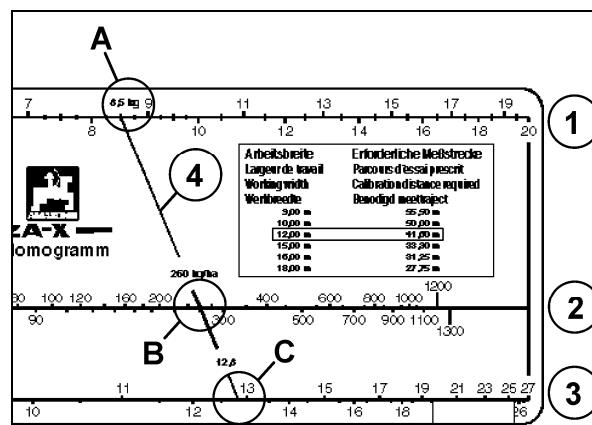

图68
(8.5 kg) 在上部刻度盘(图68/1)上查看数值(A)，针对所需的撒肥量(260 kg/ha)在中间刻度盘(图68/2)上查看数值(B)。
8. 在A和B点之间画出一条笔直的连接线(图68/4)。
9. 连接线的延长线在下部刻度盘(图68/3)上指示出用于所需滑门位置的数值(C)，此处为12.8。